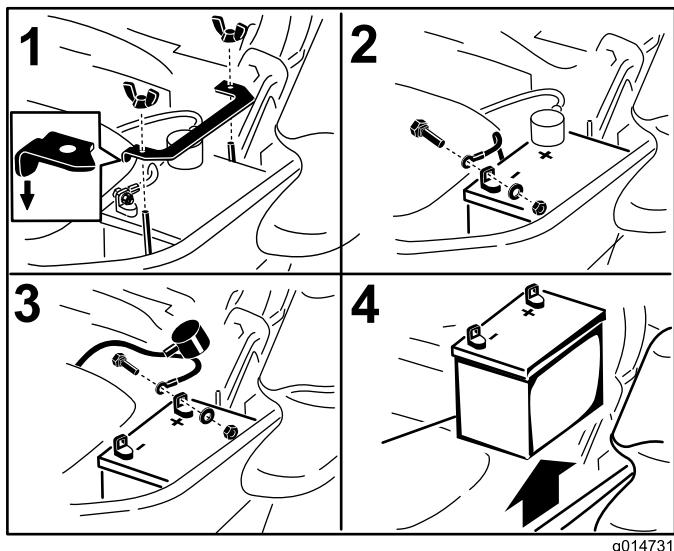

図 48
3. まず、黒いケーブルをバッテリーの端子から取り外す図 48。
4. 次にプラス端子についている赤い保護カバーをはずして、赤いプラスケーブルを露出させる図 48。
5. バッテリークランプを固定している蝶ナットを外す図 48。
6. クランプを外す図 48。
1. バッテリーをトレイの上に置く端子が油圧オイルタンクと反対側を向くように置く図 48。
4. 両方のケーブルをボルトとロックナット2組を使って固定する図 48。
6. クランプを取り付け、蝶ナットで固定する図 48。